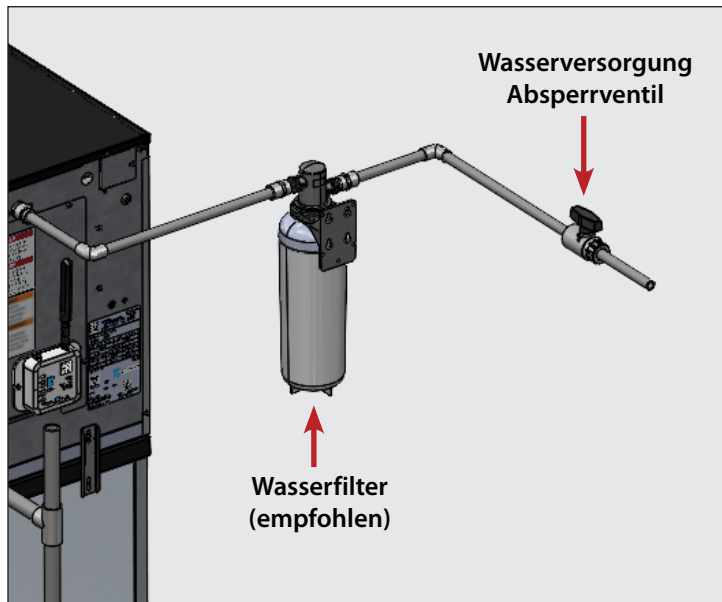

Abb. 1. Vor dem Wasserfilter eingebautes Absperrventil.
1. Bei Vorhandensein eines Wasserfilters muss das Absperrventil vor dem Wasserfilter installiert werden. Siehe Abb. 1.